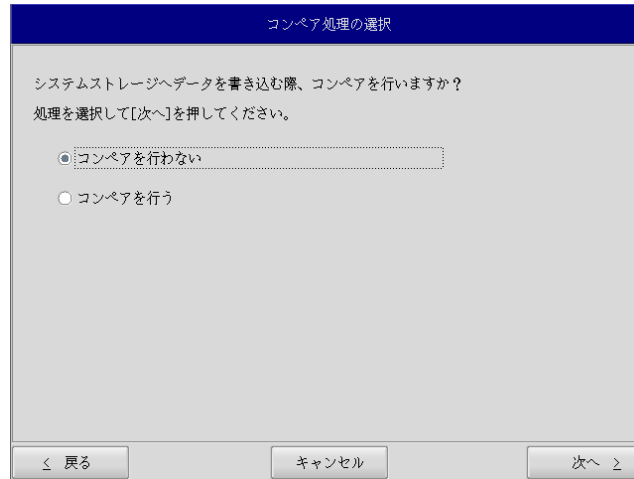

図 6-2-6. コンペア処理選択画面
- ⑪ コンペア処理の選択画面(図 6-2-6)が表示されます。